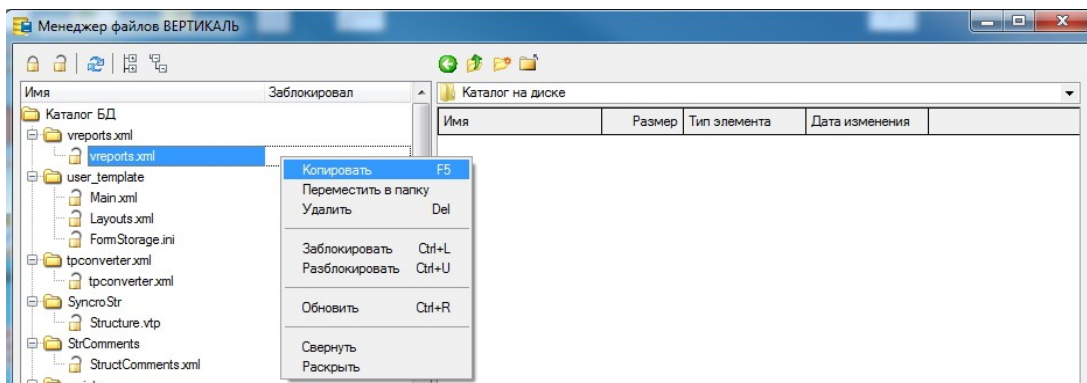

Рис. 4.8
1. С помощью приложения Менеджер файлов ВЕРТИКАЛЬ скопируйте на диск файлы (рис. 4.8):